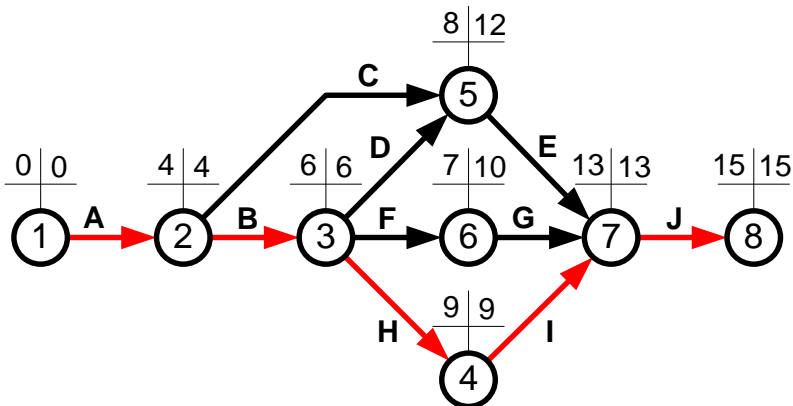

Рис.4. Поздние сроки свершения событий.
Полученные значения показаны на сетевом графике (рис.4).
**Пример 4.** Построить линейный график работ для сетевого графика, показанного на рис.4, воспользовавшись данными, полученными в табл.3.
**Задача 1.** Рассчитать на ЭВМ с помощью **Excel** временные параметры работ для сетевого графика (рис.4).